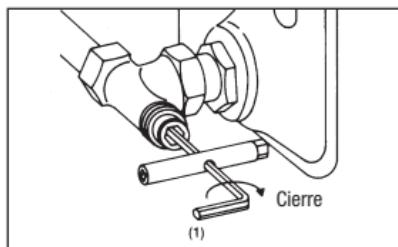

Fig. 4. Corte del detentor
2. Cierre el disco de la válvula girando una llave (6 mm) en el sentido de las agujas del reloj (fig. 4)